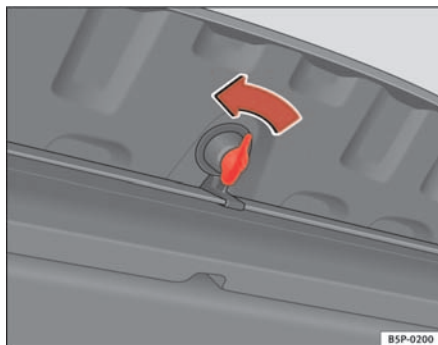

Abb. 120 Öffnen des Ablagefachs
⇒ Abb. 120. Zum Öffnen dieses Ablagefachs drehen Sie den Verschluss um 90°.
- Zum Öffnen dieses Ablagefachs drehen Sie den Verschluss um $90^\circ \Rightarrow$ Seite 151, Abb. 120.